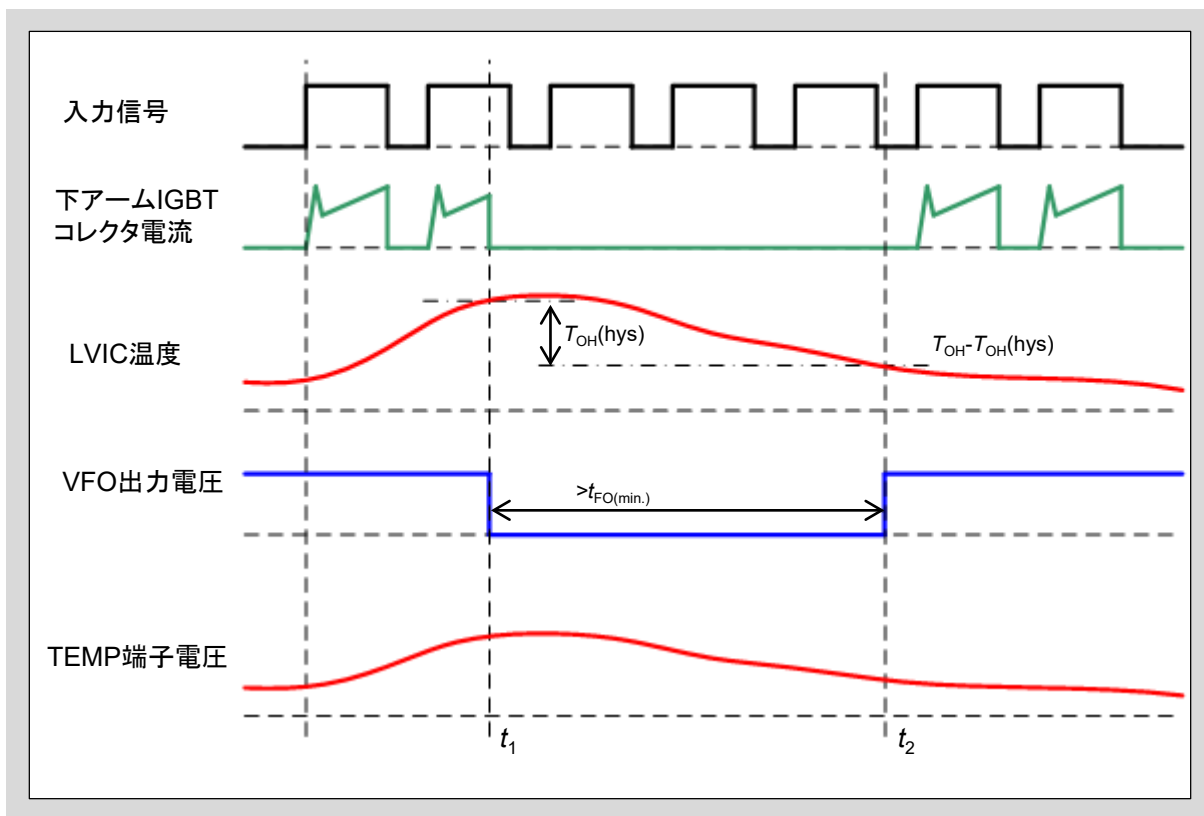

図3-27 過熱保護機能シーケンス
- 図3-27に示すようにLVICのジャンクション温度が過熱保護温度 T_{OH} を上回った場合、本製品の下アームIGBTは全相シャットダウンします。LVICのジャンクション温度が $T_{OH} - T_{OH(hys)}$ を下回った場合、過熱保護状態はリセットされます。